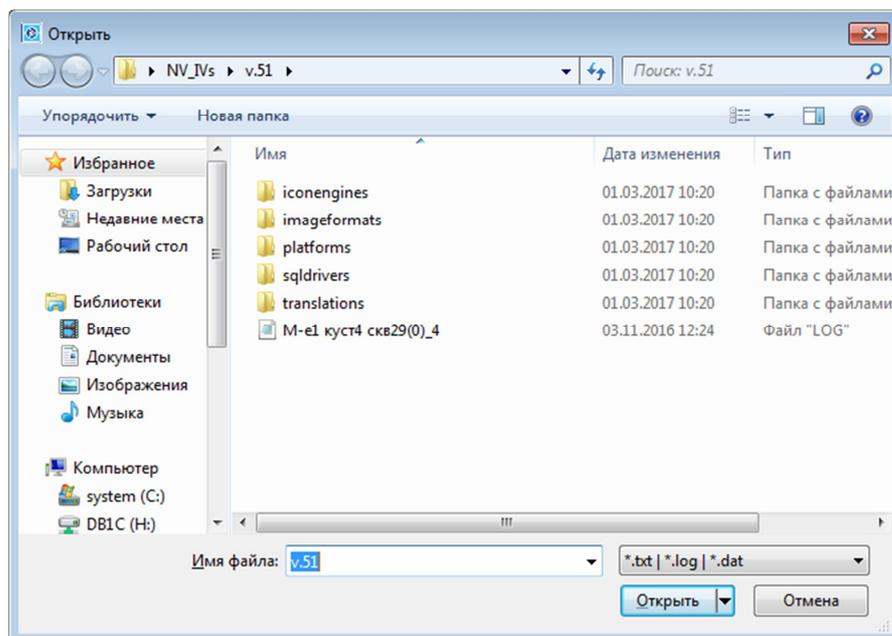

Рис.7. Открытие архива
*Открытие через Меню Файл/Открыть.* При вызове указанного действия открывается окно, показанное на рис.7. Выбирается архив и нажимается кнопка *Открыть*, либо двойной клик по выбранному файлу. Для удобства можно установить фильтр для отображения файлов по расширению.
*Открытие через панель инструментов.* Для этого необходимо нажать на иконку  в панели инструментов, после чего появиться окно рис.7, действия аналогичны предыдущему пункту.
*Открытие через комбинацию горячих клавиш Ctrl+O.* Для этого необходимо нажать и удерживать на клавиатуре кнопку *Ctrl*, далее нажать кнопку *O*, после чего появиться окно рис.7, действия аналогичны предыдущему пункту.